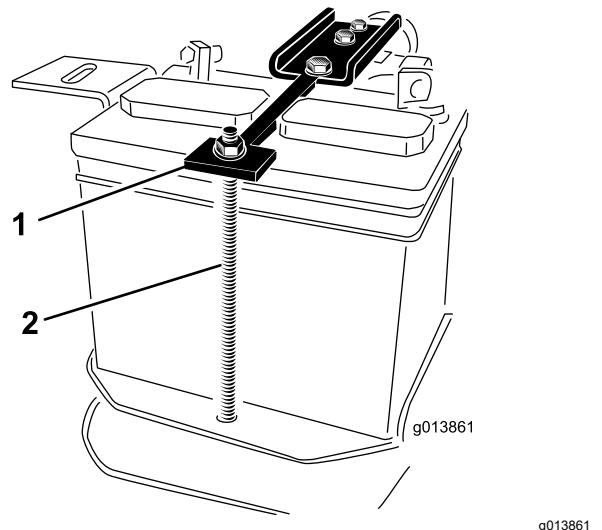

Figura 4
1. Parafuso de montagem (2)
4. Remova as duas porcas que prendem as fitas de suporte da bateria no sítio e coloque as porcas, anilhas e tubo do parafuso para o lado (Figura 4).